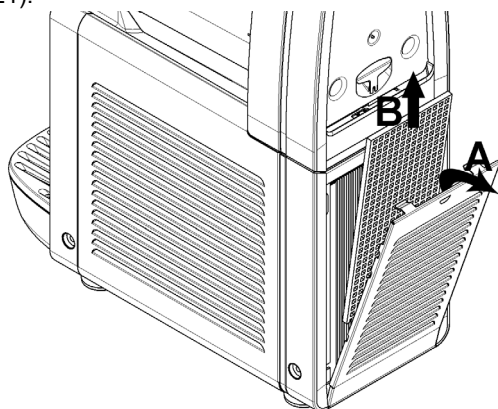

figura 21
**3 Ogni mese:** eliminare la polvere accumulata sul filtro del condensatore posto sul lato posteriore della macchina (vedere figura 21).